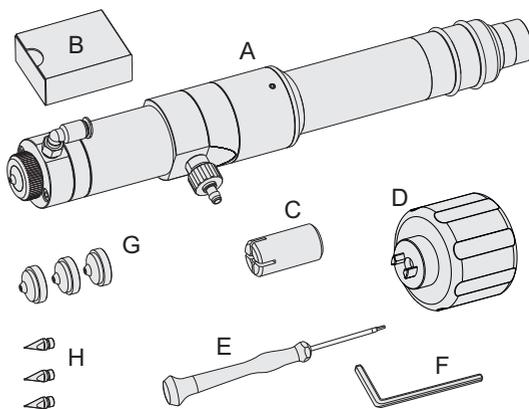

Fig. 1
- Fig. 1 Numéro de légende, référence à une illustration